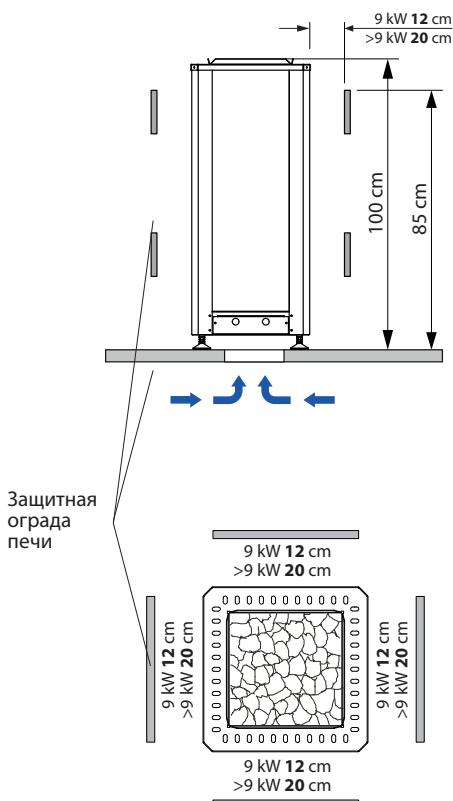

Рис. 1
- Обязательно оборудуйте печь притоком свежего воздуха в нижней части в непосредственной близости от печи. Минимальный размер притока и вытяжки 300 см2. Если приток невозможно поместить в боковой стене, то он должен быть проложен под полом с выходом возле печи как показано на рис. 1.